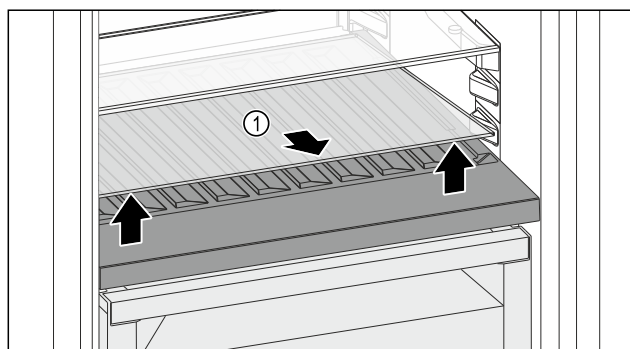

Fig. 120
- ▶ Podignite staklenu ploču Fig. 120 (1) na otvoru sprijeda i izvadite je.
- Čuvajte staklenu ploču *Fig. 120 (1)* na sigurnom izvan uređaja.